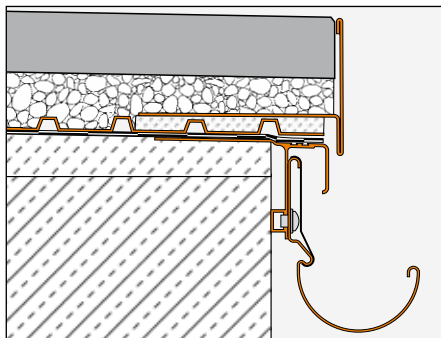

Abb. 1
3.1 In caso si utilizzi il profilo Schlüter®-BARA-RT come in fig. 1, lo strato di ghiaia deve rimanere più basso rispetto al bordo superiore del profilo in base allo spessore del rivestimento. Il rivestimento verrà successivamente posato sullo strato di ghiaia livellata.